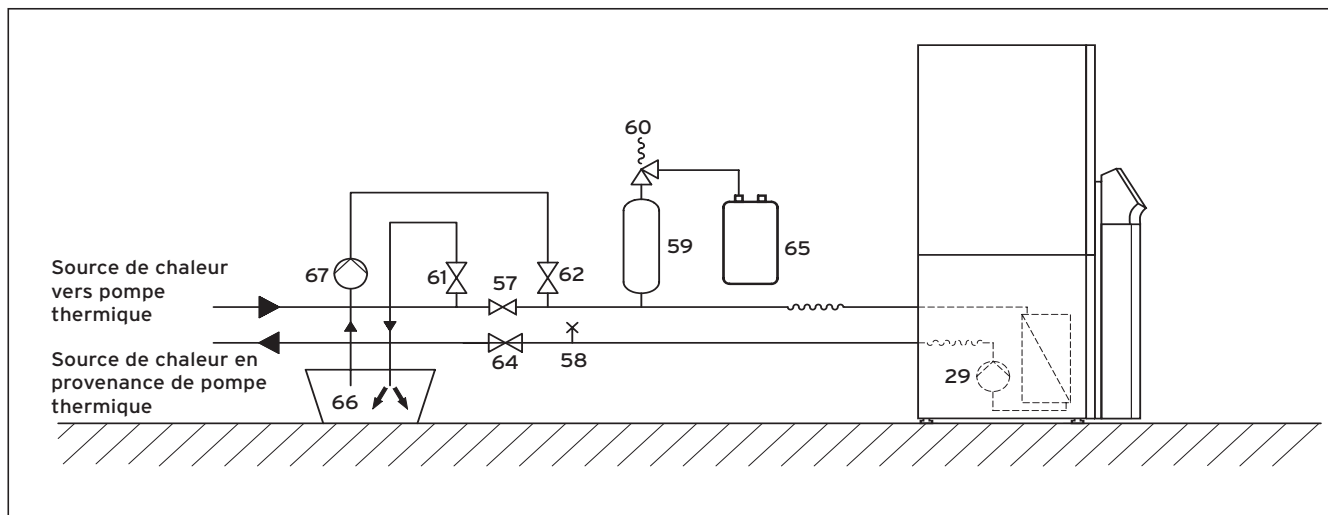

Fig. 5.4 Circuit d'eau glycolée
Légende de la fig. 5.4
- mélangez l'eau et le produit antigel à part, dans un récipient (p.ex. dans un bidon en plastique) en respectant la concentration prescrite (voir Fig. 5.4, pos. 66). Chaque mélange doit être minutieusement homogénéisé ;
- déversez ensuite le mélange glycolé du récipient (66) dans le système de source de chaleur. Pour ce faire, vous aurez besoin d'une pompe de remplissage (67) qui purge en même temps le circuit collecteur lors du remplissage. Nous vous recommandons d'utiliser la pompe de remplissage Vaillant (réf. 307 093). Raccordez la conduite forcée de la pompe à la vanne d'arrêt (62) ;
- fermez la vanne d'arrêt (57) ;
- ouvrez les vannes d'arrêt (62) et (64) ;
- ouvrez la vanne d'arrêt (61) et raccordez-y un tuyau plongeant directement dans le mélange glycolé.
- démarrez la pompe de remplissage (67) et remplissez le tuyau collecteur ;
- laissez tourner la pompe de remplissage (67) jusqu'à purge complète du tuyau de la vanne d'arrêt (61).
- Ouvrez la vanne d'arrêt (cf. fig. 5.4, pos. 57) pour que l'air situé entre les soupapes d'arrêt (61) et (62) puisse s'échapper.
- Fermez la vanne d'arrêt (61) et mettez le circuit d'eau glycolée sous pression à l'aide de la pompe de remplissage (67). Veillez à ne pas excéder une pression de 3 bars.
- Vous pouvez désormais également fermer la vanne d'arrêt (62).
- Arrêtez la pompe de remplissage (67) et retirez la vanne de remplissage/purge du circuit d'eau glycolée.
- Ouvrez la soupape de sécurité (60) afin de faire disparaître une surpression éventuelle. Le réservoir de compensation de l'eau glycolée (59) doit être rempli aux deux tiers. Assurez-vous que la vanne (61) est fermée.